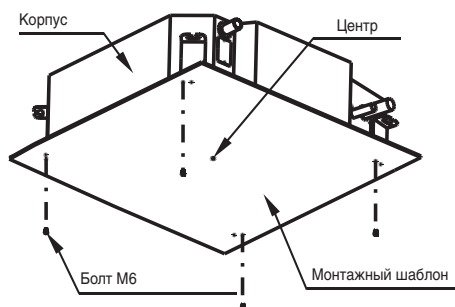

Рис. 5-5
6. После монтажа корпуса блока закрепите на нем монтажный шаблон с помощью болтов М6х12, чтобы определить размеры и расположение ниши в подвесном потолке (рис. 5-5).